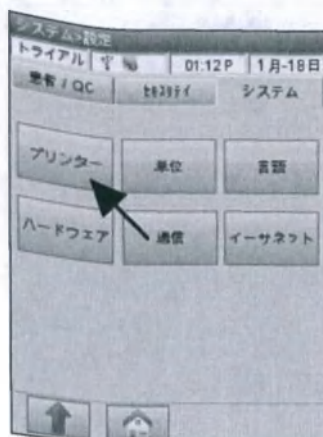

Рис.3-74 Настройка принтера на японском
2. В меню **<Система Настройки>** нажмите **<Система>** и затем **<Принтер>** (Рис.3-74).